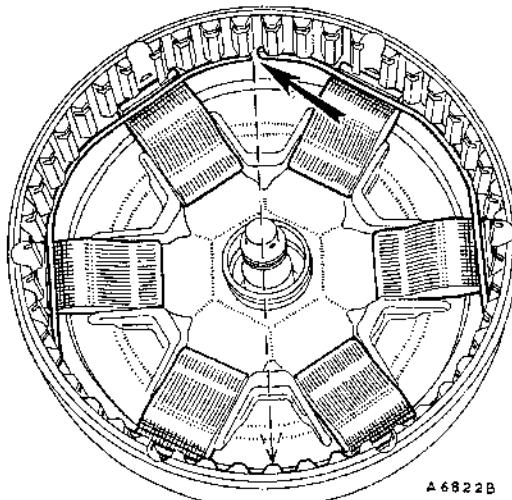

Fig. Fa.33
- (8) Remontar la válvula de corte de marcha atrás y un nuevo anillo elástico.
- (9) Con la herramienta de servicio 18G 1102, acoplar el pistón de forma que los rebordes de sellado queden hacia dentro y lubricados con aceite para transmisión.
- (10) Embrague de 47 dientes. Montar los "perrillos" y el anillo elástico (en los modelos primitivos) con los extremos de éste situados como indica la Fig. Fa.33, y con el diente rebajado del plato de empuje en la posición correspondiente a los extremos del anillo elástico (Fig. Fa.34). Acoplar los discos de embrague y los muelles de retroceso del pistón.